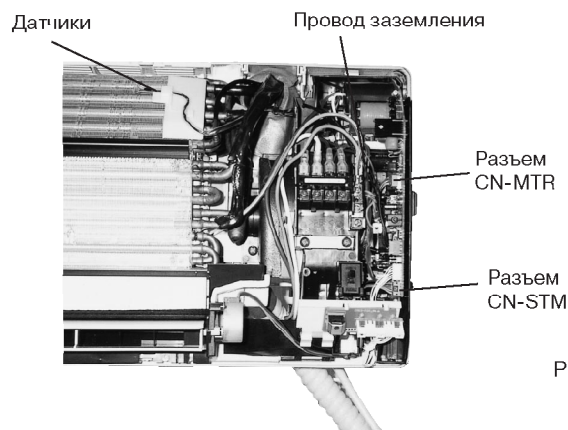

Рис. 2
1. Разъедините разъем CN-FM (ЗЕЛЕНЫЙ) мотора вентилятора и разъем CN-STM (ЗЕЛЕНЫЙ) пошагового мотора от электронного контроллера. Отсоедините провод заземления (ЖЕЛТО-ЗЕЛЕНЫЙ) от клеммника панели управления и снимите датчики (см. рис. 2).